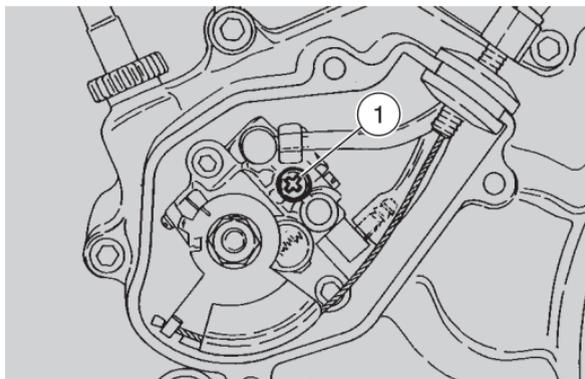

Abb. 47
- die Kreuzscheibe (1-Abb. 47), die sich auf der Frischölschmierungspumpe befindet, abschrauben, und warten bis das Öl aus der Öffnung herausfließt.
- wenn im herausfließendem Öl keine Luftblasen mehr vorhanden sind, die Schraube wieder zudrehen (1-Abb. 47).